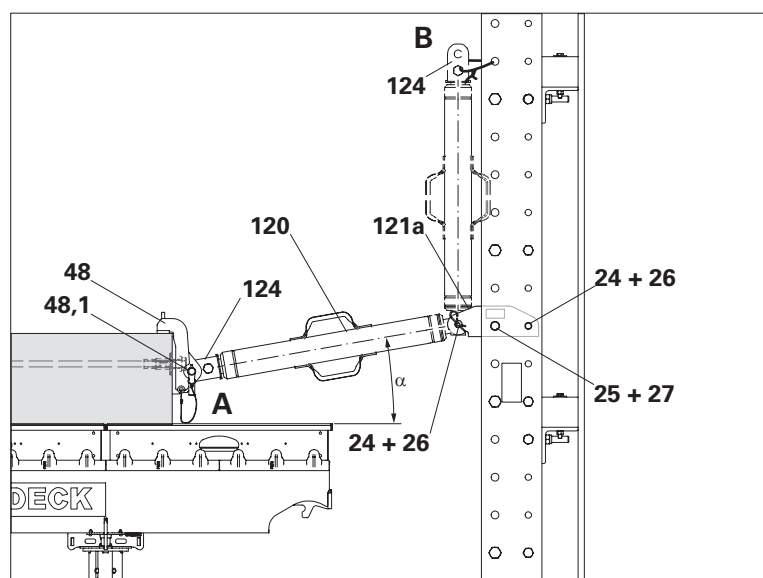

Fig. D1.11a
3. Fissare il perno per carichi pesanti al montante parapetto di protezione utilizzando una fascetta per legature. (Fig. D1.11a)